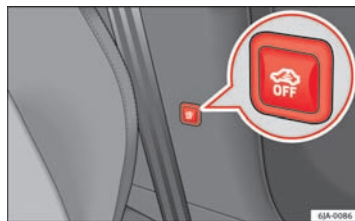

Fig. 50 Knap til kabineovervågning og kontrol af bortslæbningsovervågning
- Tryk på knappen  ⇒ Fig. 50 på midterkonsollen. Symbolet med rødt baggrundslys  i knappen lyser herefter orange.